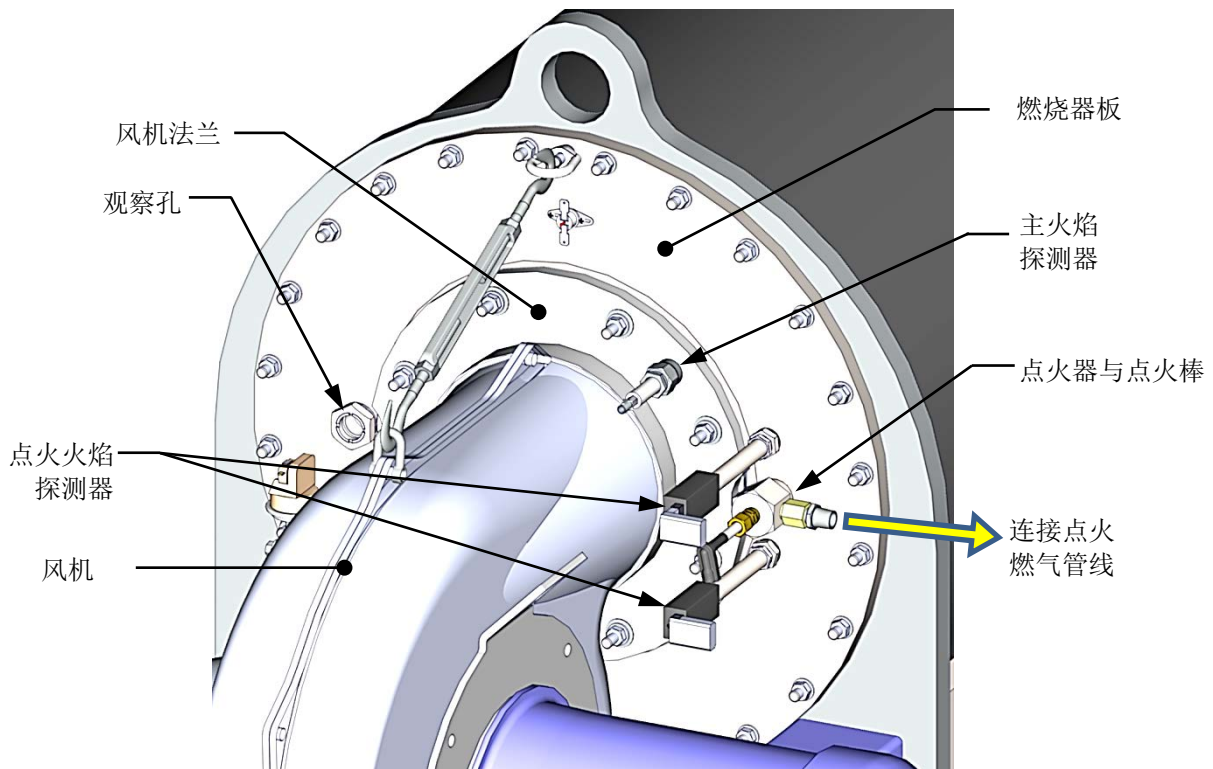
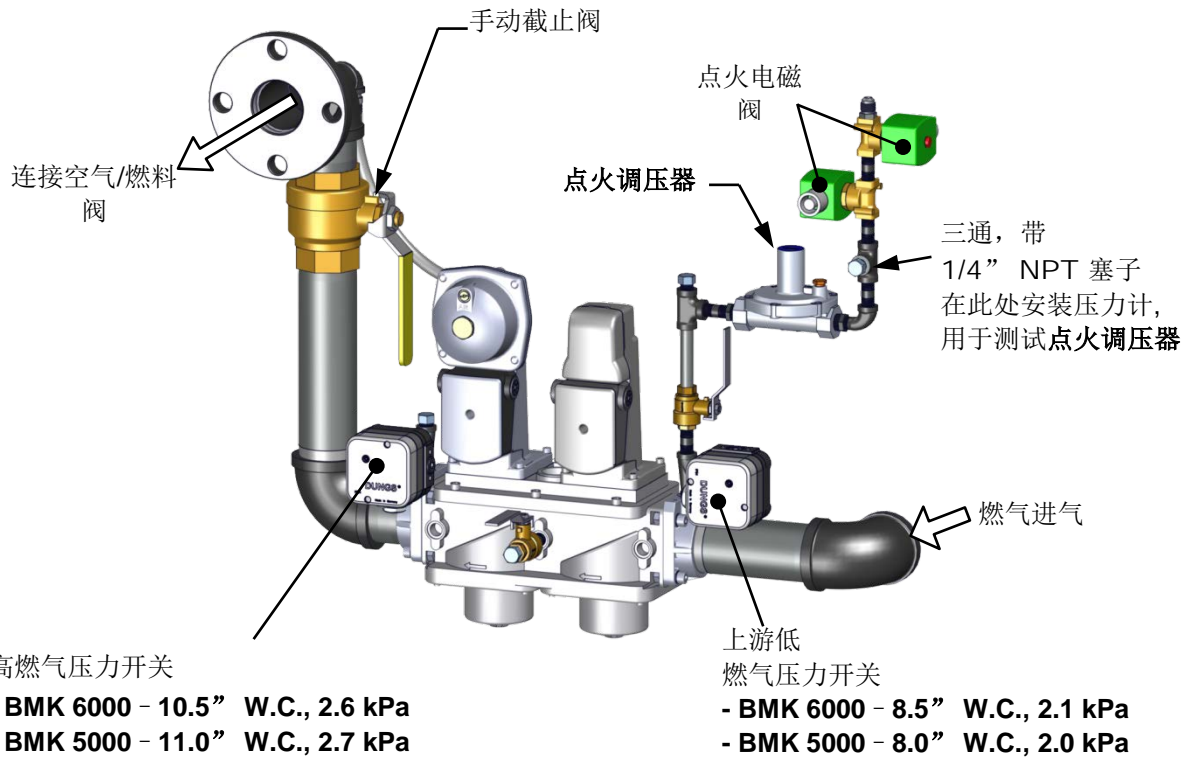

图4-1a: 点火器、主/点火火焰探测器安装位置
图 4-4: BMK 5000/6000 单燃料点火调压器安装位置
点火器 (P/N 29700) 位于燃烧器板的右前方。它包含一根点火电缆、连接在衬套上的点火燃气管路以及点火棒 (P/N 66100), 应按照表 4-1a 中的时间表检查和/或更换这些部件。图 4-1a 显示点火器和相关部件的位置。
3. 断开点火器的点火电缆（图 4-1a）。
4. 使用 1/2" 开口扳手，断开图 4-1a 所示的采用异径接头和弯头连接的点火燃气管路。
主火焰探测器（现场更换单元 P/N **65182**）位于风机法兰上靠近设备顶部之处（见上图 4-1a）。主火焰探测器可能很热，因此在取下主火焰探测器之前，请让设备充分冷却。按如下步骤检查或更换主火焰探测器：
基准系列 (Benchmark) 5000 和 6000 热水锅炉在天然气管路内配备一个点火调压器系统 (见图 4-4)。
3. 从点火调压器 (图 4-4) 出气口侧的三通上取下 1/4"NPT 管塞，然后插入一个 NPT 转至倒钩的接头。
5. 从点火调压器上取下盖子，调整气压。顺时针 (CW) 旋转调节器的气压调整螺丝 (位于盖子下方)，将压力调整到最大值。
10. 拉出其中一个点火火焰探测器 (见上图 4-1a) 并观察前面板上的观察孔。在点火试验期间，您应该看到点火火焰的橙色火光。
3. 从点火调压器 (图 4-4) 出气口侧的 1/4" NPT 端口内取下管塞，然后插入一个 NPT 转至倒钩的接头。
5. 取下点火压力调压器的盖子，然后顺时针 (CW) 旋转调压器调整螺丝 (位于盖子下方)，将压力调整到最大值。
- 拉出其中一个点火火焰探测器（见图 4-1a）并观察前面板上的观察孔。在点火试验期间，您应该看到点火火焰的橙色火光。